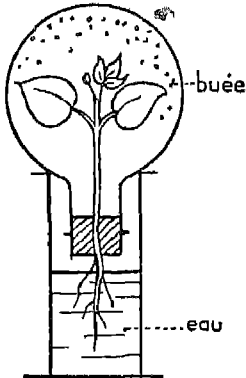

Fig. 5. — Le Haricot transpire.
*Expérience.* — Enfermons un rameau feuillé de Haricot dans un ballon bien sec. Plaçons le tout au soleil. La vapeur, que les feuilles dégagent en transpirant, se condense sur les parois du ballon, sous forme de gouttes d'eau qui ruissellent (fig. 5).